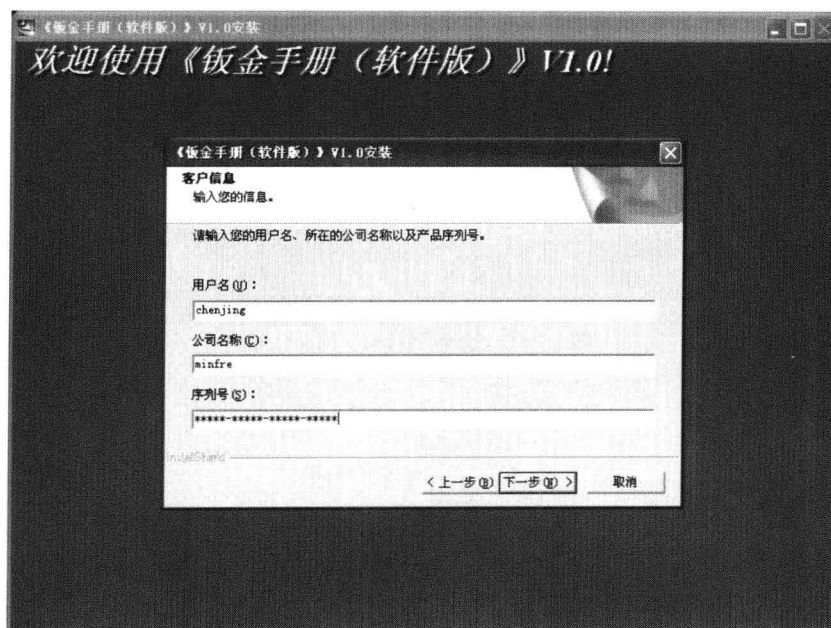

图 1.4 客户信息界面
- （5）进入如图 1.4 所示的客户信息界面。在您输入相关信息及序列号，并仔细检查序列号无误后，单击“下一步”按钮。